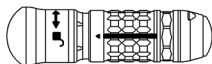

Figure 1
- Utiliser une brosse pour nettoyer délicatement les parties canulées de l'accessoire immergé dans une solution de nettoyage. Utiliser la BNA pour tous les accessoires, sauf pour le MA-D20-G1 et les manchons à paliers des accessoires à accès minimum. Utiliser la BNPD pour le MA-D20-G1 et les manchons à paliers d'accessoires à accès minimum. Si l'accessoire est muni d'un manchon de déverrouillage (Figure 1), déplacer le manchon et broser la surface exposée.
- Manipuler toutes les pièces mobiles comme les manchons de déverrouillage (Figure 1).